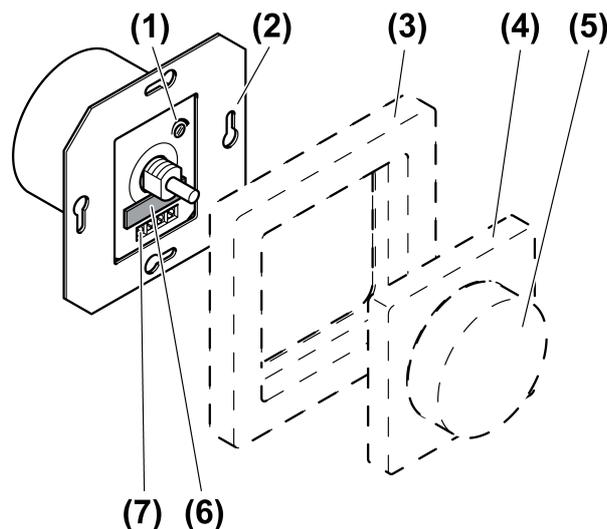

Figure 1: Conception de l'appareillage
- Régler la luminosité de base en tournant le sélecteur (1) (figure 1).